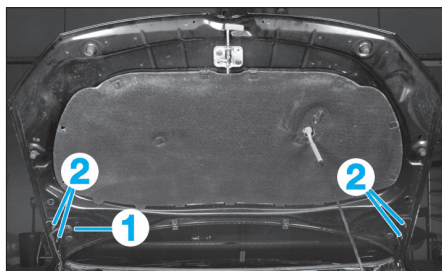

FIG. 112
- Dégrafer le capuchon (1) du capot (Fig.112).
- Débrancher les tuyaux (3) de chaque gicleurs.
- Desserrer les écrous de fixation (2) (Fig.112), puis à l'aide d'un deuxième opérateur, déposer le capot.